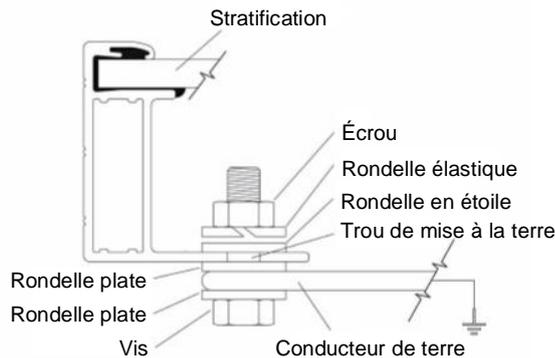
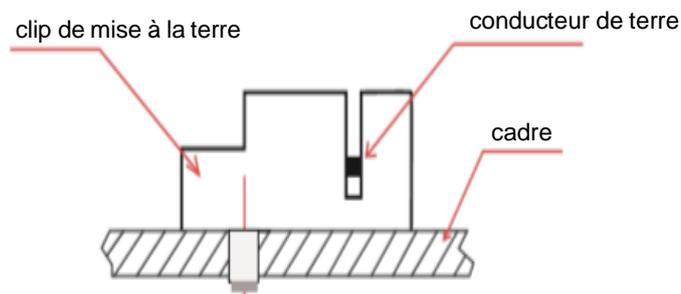

figure 1
figure 2
- Utilisez un boulon et des rondelles M4 pour relier le fil de terre et le cadre en aluminium à travers les trous de mise à la terre (comme indiqué sur la figure 1). Le couple de serrage est de 3-7 Nm. Tous les écrous et rondelles doivent être en inox.
- Comme le montre la figure 2, la bride de mise à la terre se compose d'un coulisseau, d'une base et d'une vis captive auto foreuse ou d'une vis 8-32 et d'un écrou hexagonal. La bride de mise à la terre accepte les fils de cuivre solides non isolés de calibre 10 ou 12 AWG.
<p>Figure 1 E-A</p>	 <p>Figure 2 E-B</p>